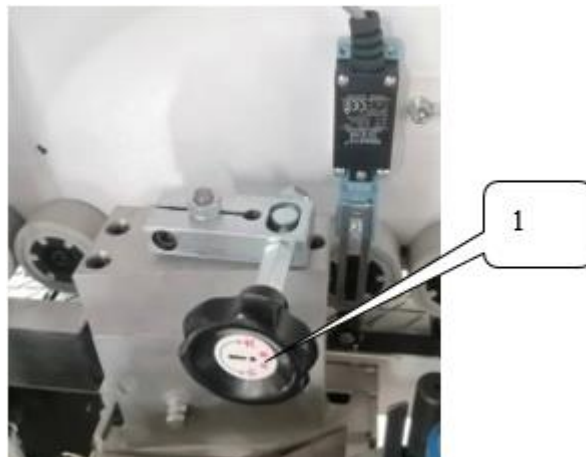

Рис. 9
(3) .В зависимости от характеристик и толщины кромочного материала отрегулируйте положение с помощью ручки 1 (Рис. 9).